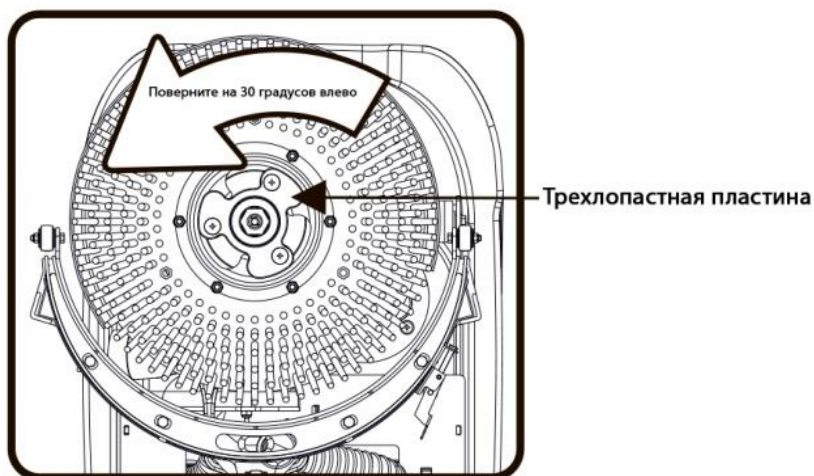

Рис. 3
1. Переведите ручку управления машиной в вертикальное положение и положите машину на пол. Затем, совместите трехлопастную пластину на щетке с пластинами на держателе и поверните щетку на 30° влево. После этого, сборка щетки будет закончена. Поднимите машину (рис. 3).